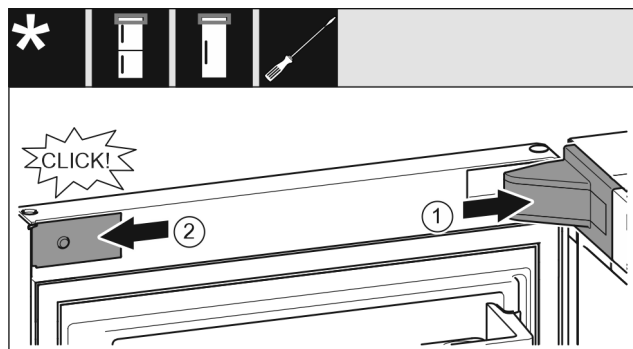

Fig. 24
- Lagerbokafdekking Fig. 24 (1) plaatsen en vastklikken, evt. voorzichtig uit elkaar drukken.
- Panelen Fig. 24 (2) aan de zijanten plaatsen en vastklikken.